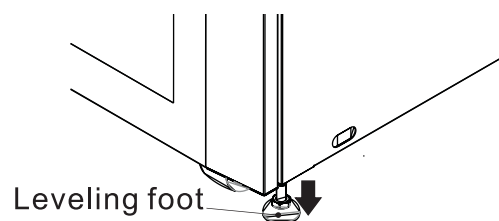

Figure 4.5
5. Une fois que l'onduleur se trouve dans sa position finale, tourner les pieds de nivellement dans le sens des aiguilles d'une montre en deçà du niveau des roulettes pour le retenir en place (Figure 4.5). Ne pas laisser l'onduleur reposer en permanence sur les roulettes.